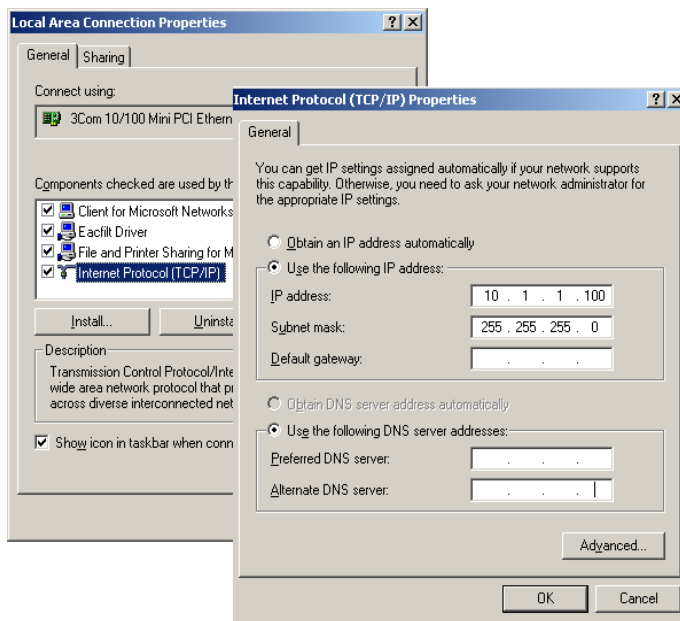

图 4 TCP/IP 配置屏幕
- 5 如果 PC 是连接在局域网上，需要向 IT 部门申请有效的 IP 地址、网关、子网掩码、DNS 和 WINS 服务器。如果正在设置自己的内部网络，且没有连接到任何其他网络上，则可以使用如表 6 中的实例设置。在这种情况下，网关、DNS 和 WINS IP 地址不用配置，因为你并没有与网络上任何其他部分连接。图 4 显示了在 Windows 2000 上配置 TCP/IP 的实例。